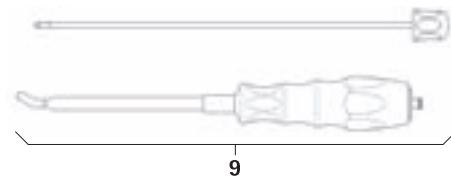

Afb. 4
- Demonteer de distractort 8 met de distractiebladen, zie Afb. 4: Bedien de schuif B en verwijder het distractieblad FW239R.